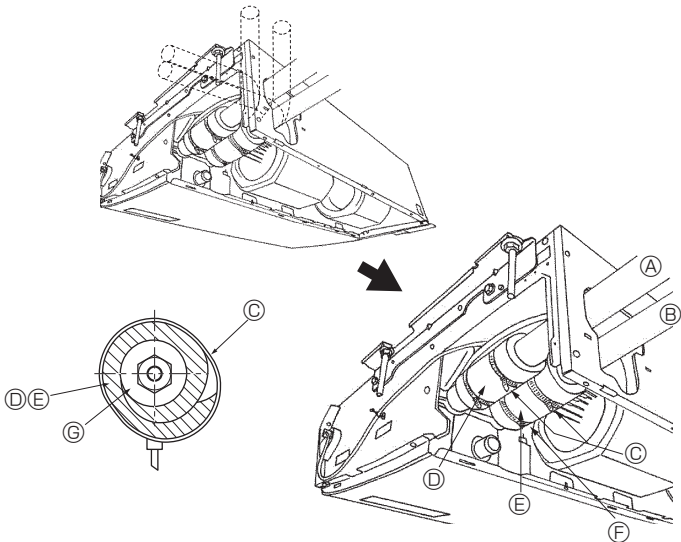

Fig. 4-2
④ Aplique aceite refrigerante para máquinas en toda la superficie abocinada.
4.2. Unidad interior (Fig. 4-2)